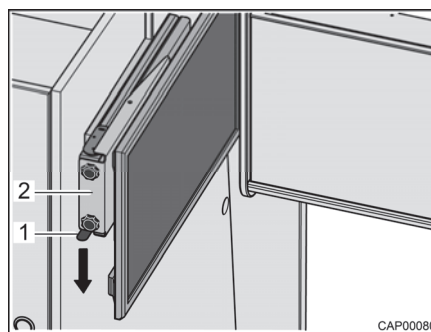

Bild 70 Utdrag med platt bildskärm
- Tryck låsfjäders (Bild 70,1) nedåt och dra ut utdraget (Bild 70,2) med den platta bildskärmen vågrätt i riktning mot fordonets mitt.
- Skjut in utdraget (Bild 70,2) med den platta bildskärmen vågrätt fram till anslaget. Låsfjäders (Bild 70,1) hakar fast hörbart.